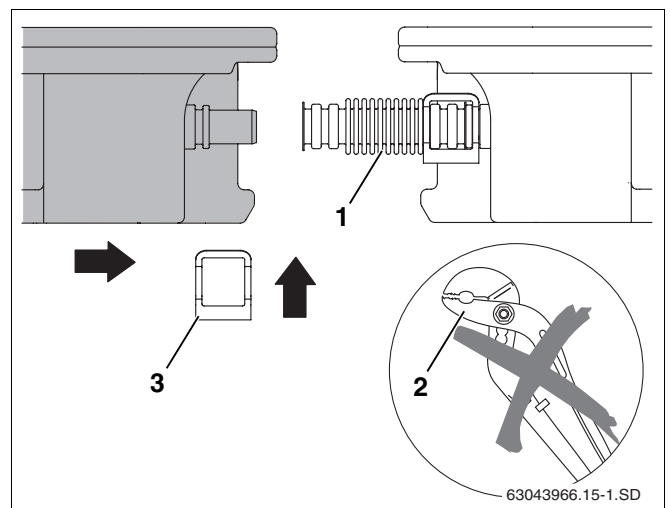

Fig. 26 Deixar deslizar o segundo colector até ao primeiro
- ▶ Não utilize ferramentas auxiliares como, por ex. alicates (fig. 26, **item 2**). Estas podem danificar as ligações de tubo ondulado.
- ▶ Deixar deslizar o segundo colector para o primeiro, de forma a que as ligações dos colectores encaixem nas ligações de tubo ondulado pré-montadas (fig. 26, **item 1**) do primeiro colector.
- ▶ Introduzir o segundo grampo (fig. 26, **item 3**) sobre a ligação do tubo ondulado e do colector.